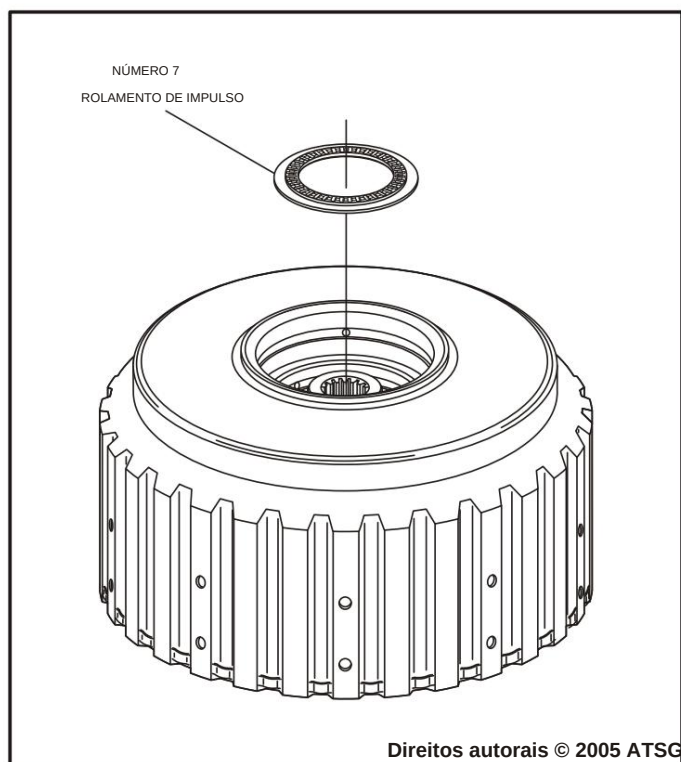

Figura 92
OVERDRIVE 29. Vire o alojamento da embreagem de overdrive/ré 1. Limpe completamente o cubo da embreagem de overdrive conforme mostrado na Figura 92.
30. Instale o rolamento axial número 7 na direção mostrada na Figura 92 e retenha-o com um pouco de Trans-Jel®.